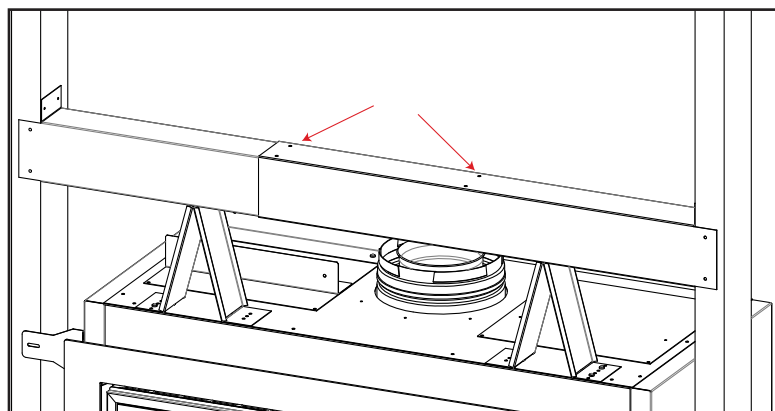

Figure 29: Fixation de poteau mural en acier
- Utilisez les vis à tôle fournies pour fixer les poteaux muraux en acier ensemble comme indiqué dans Figure 29. Fixez les pièces en haut et en bas pour assurer une bonne rigidité.